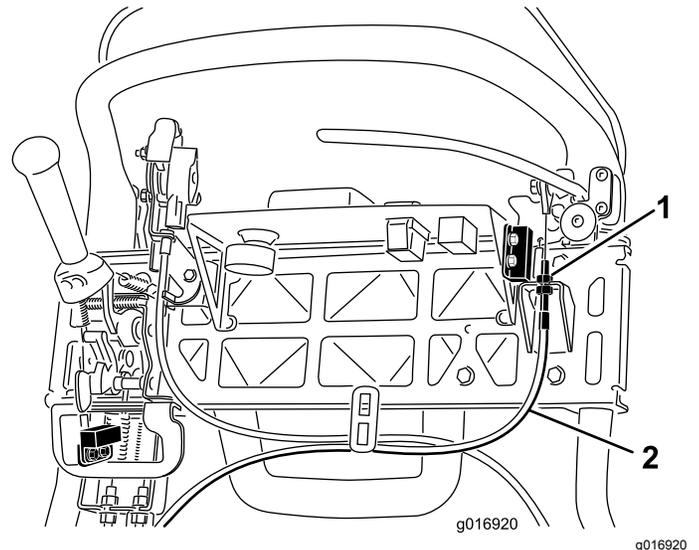

Figure 43
3. Pour accroître la tension du câble, desserrez l'écrou de blocage supérieur et serrez l'écrou de blocage inférieur du câble (Figure 43) jusqu'à ce qu'il soit nécessaire d'exercer une force de 156 N sur la poignée du levier de frein pour débloquer le verrou du frein de stationnement. Ne tendez pas excessivement le câble, sinon la bande du frein risque de frotter en permanence.